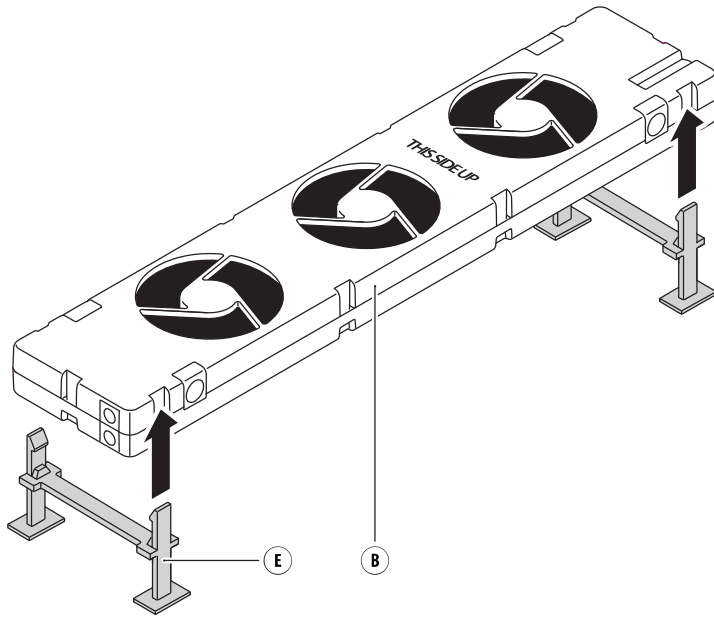

Fig. 8: Conexión de un pie (E1 o E2).
1. Fije los **pies** (E1, E2) al **SpeedComfort** (B1) encajándolos en las **ranuras** (b3, b4), (véase fig. 8).